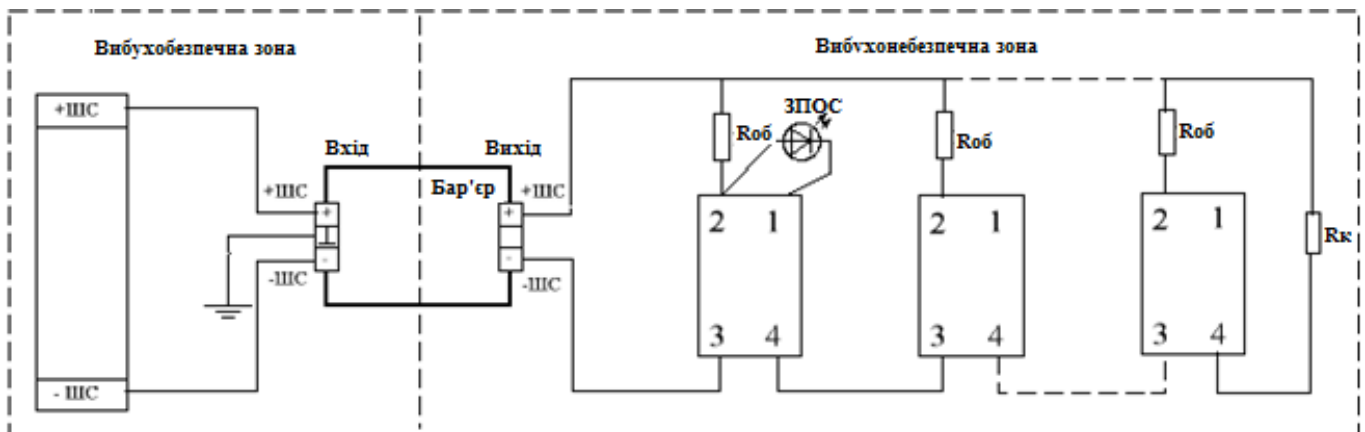

Рис. 3. Схема підключення сповіщувачів двопровідним шлейфом з напругою живлення 24 В до приймально-контрольного приладу.
7.5 Схема підключення сповіщувачів в двопровідний шлейф пожежної сигналізації наведена на рис. 3.